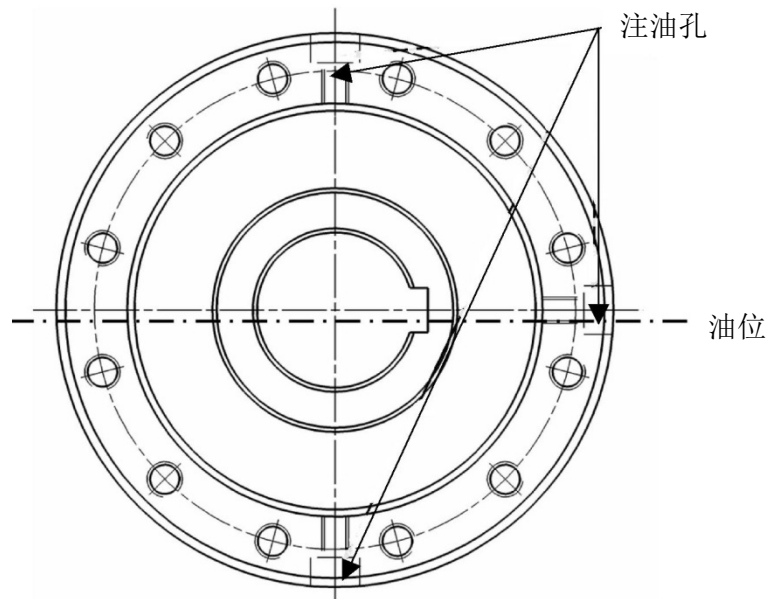

图 2
单向离合器初次运行前必须检查油位。（见图 2）
- 转动离合器的外环，使其中的两个油孔位置朝上并与中心线成45°角（如图2所示）。